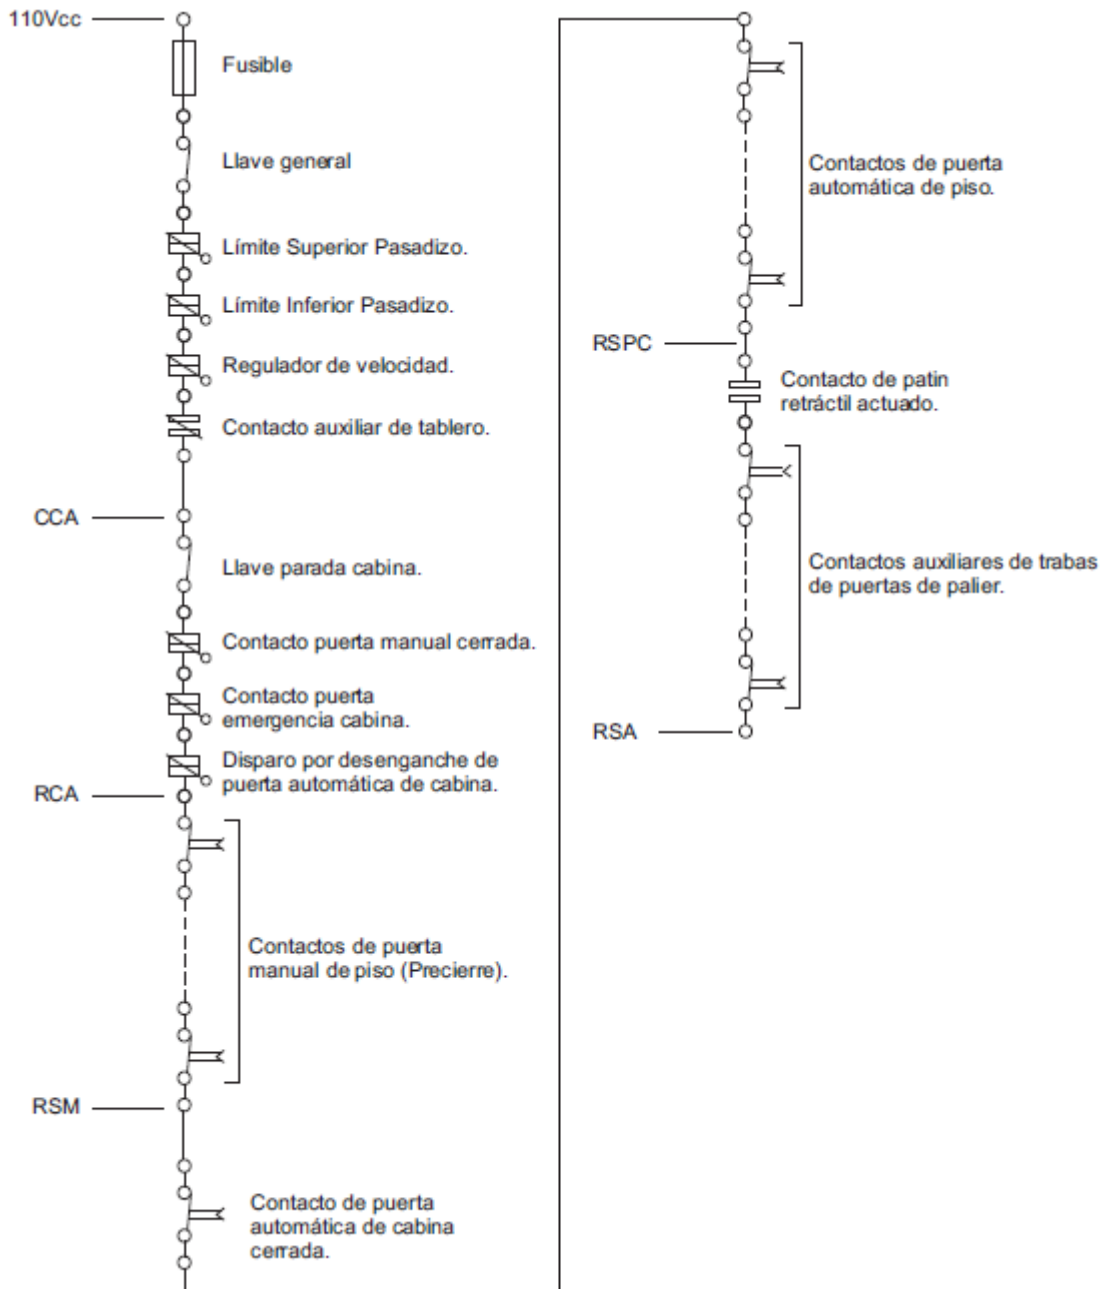

Figura 1
**La descripción es conceptual. Las nomenclaturas CCA, RCA, RSM, RSPC, RSA y FPA corresponden a terminales de la tarjeta ATACM-S de Controles S.A.. Los terminales CCA y RCA de la ATACM-S tienen función testigo. Los terminales RSM, RSPC, RSA y FPA de la ATACM-S corresponden a las salidas SM, SPC, SA y FPA, que se conectan directamente a entradas del controlador. El diseño de la instalación debe asegurar que las señales en los terminales CCA, RCA, RSM, RSPC, RSA, FPA respondan funcionalmente a esta descripción. En las modernizaciones a menudo se encuentran casos que no responden a esta descripción y que pueden requerir otros relés auxiliares (ver Figura 1).**
**La descripción es conceptual. Las nomenclaturas CCA, RCA, RSM, RSPC, RSA y FPA corresponden a terminales de la tarjeta ATACM-S de Controles S.A.. Los terminales CCA y RCA de la ATACM-S tienen función testigo. Los terminales RSM, RSPC, RSA y FPA de la ATACM-S corresponden a las salidas SM, SPC, SA y FPA, que se conectan directamente a entradas del controlador. El diseño de la instalación debe asegurar que las señales en los terminales CCA, RCA, RSM, RSPC, RSA, FPA responden funcionalmente a esta descripción. En las modernizaciones a menudo se encuentran casos que no responden a esta descripción y que pueden requerir otros relés auxiliares (ver Figura 1).**